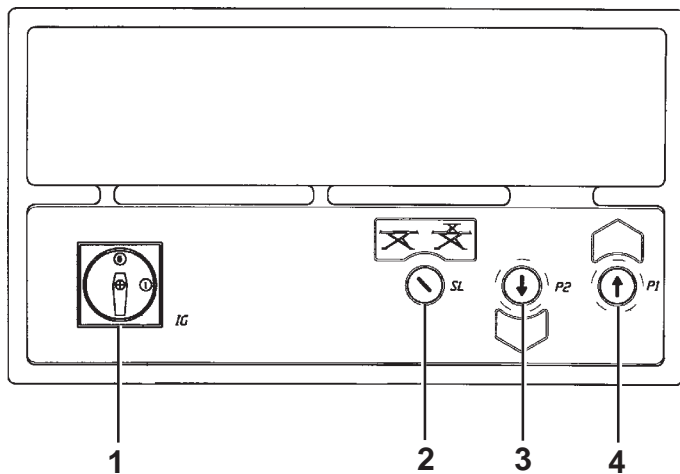

Fig. 37
Salita. (Rif. Fig.37) Interruttore generale (1) in posizione 1. Selettore (2): posizione 0 attivazione sollevatore principale. Selettore (2): posizione 1 attivazione sollevatore integrato. Premere il pulsante di salita (4) fino al raggiungimento dell'altezza voluta.
Up - (Ref. Fig. 37) Master switch (1) in position 1.
Heben. (Zu Abb. 37). Hauptschalter (1) in Schaltstellung "1" setzen.
Montée. (Réf. Fig. 37) Interrupteur principal (1) sur la position 1.
Subida. (Ref. Fig.37) Interruptor general (1) en posición 1.